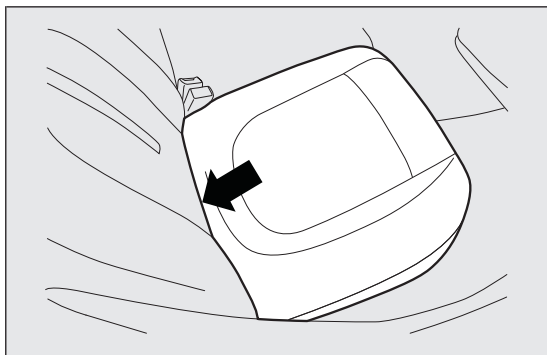

fig. 76
- ☐ faire basculer le coussin fig. 76 vers l'avant en agissant sur le point indiqué par la flèche ;